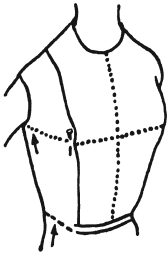

Рис. 25
10. *Если вытачка от груди слишком глубокая*, то пройма сильно натянута вокруг руки и даже иногда линия груди приподнимается к шее и тянет за собой линию талии (стрелки на рис. 25 показывают это направление).
Более того, на передке лифа в месте выступающих точек груди появляются складки от избытка ткани (на рис. 25 вы видите булавку, которая закалывает этот излишек и тем самым убирает его).
- Распорите плечевой шов и вытачку (не закалывайте булавкой точки Р, как это показано на рис. 25) и разместите ткань свободно вокруг руки (по линии проймы). Уменьшите распах вытачки.